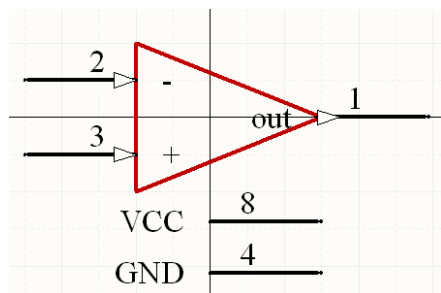

图 5.21 显示电源引脚的 LM393 的 PARTA 的原理图
(26) 选择主菜单中的“View”->“Show Hidden Pins”命令，显示隐藏的引脚，此时 LM393 的 PARTA 的原理图如图 5.21 所示。